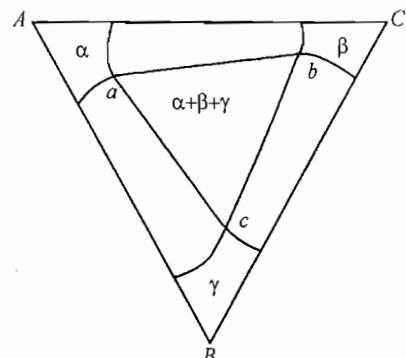

图 42-10 第四题第 3 小题
(2) 经改正的相图见图 42-10。图中  $ab$ 、 $bc$ 、 $ca$  线皆应为直线, 因为三相平衡区在水平截面图中应为直边三角形;  $d$  点应与  $c$  点重合, 不应当存在  $\epsilon$  相区, 因为水平截面图中的三相区仅在其三个顶点处与三个单相区点接触。